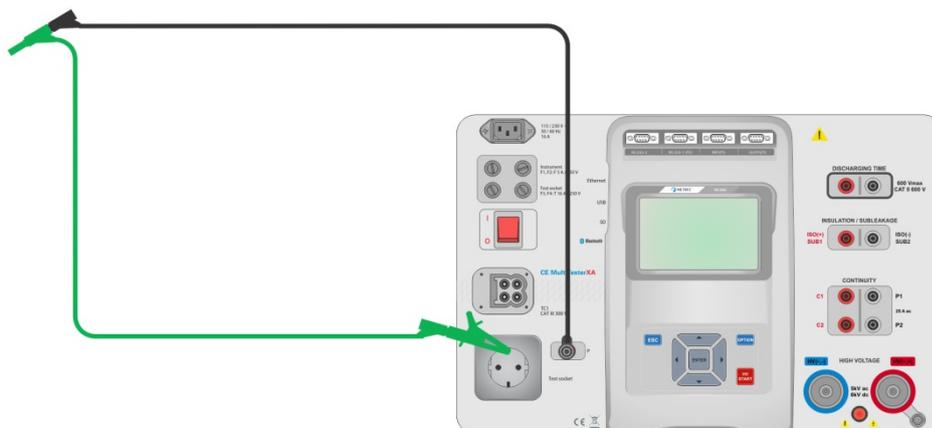

Figura 4.8: Conduttori / Puntali di test cortocircuitati
- ▶ Collegare i puntali allo strumento e cortocircuitare i puntali insieme, vedere *Figura 4.8*.